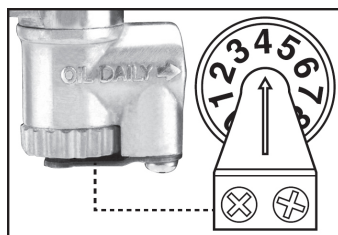

Fig. 1
2. Enclenchez la douille ou l'accessoire sur l'anneau de retenue logé dans l'enclume à prise carrée (A).
4. Réglez la vitesse de rotation de l'enclume en tournant la molette du régulateur pneumatique (D) (fig. 1). Les chiffres 1 à 8 de la molette indiquent la plage, de la vitesse la plus basse à la plus élevée. Tournez la molette à 8 pour la puissance maximale.
5. Placez la douille sur la fixation, saisissez fermement la clé à chocs à deux mains et pressez doucement l'interrupteur à bascule de rotation sens horaire/antihoraire (C).